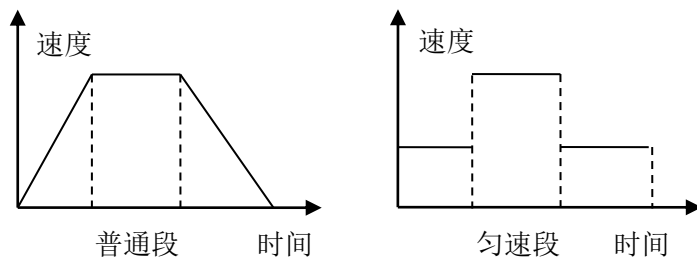

图 2-2 PT 模式匀速段类型
(2) 认识 PT 模式的数据段类型。如何向 PT 模式的 FIFO 中写入数据段？
- `PT_SEGMENT_EVEN` 表示匀速段，FIFO 中各段的段内速度保持不变，段内速度=段内位移/段内时间。如图 2-2 所示。